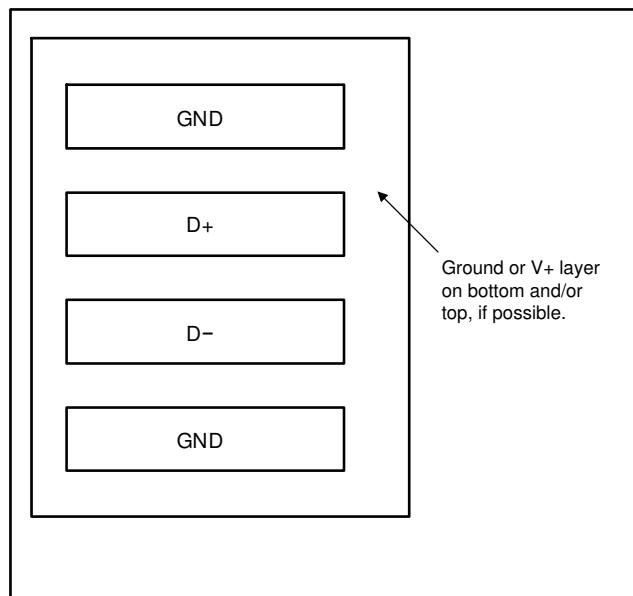

图 10-3. 示例信号布线
- 将 D+ 和 D- 布线紧密相邻，并使用接地防护布线屏蔽相邻信号的布线，如图 10-3 所示。如果使用多层 PCB，请将这些布线埋在大地平面或 VDD 平面之间，从而屏蔽平面，以免受到外部噪声源的影响。TI 建议使用 5mil (0.127mm) PCB 布线。